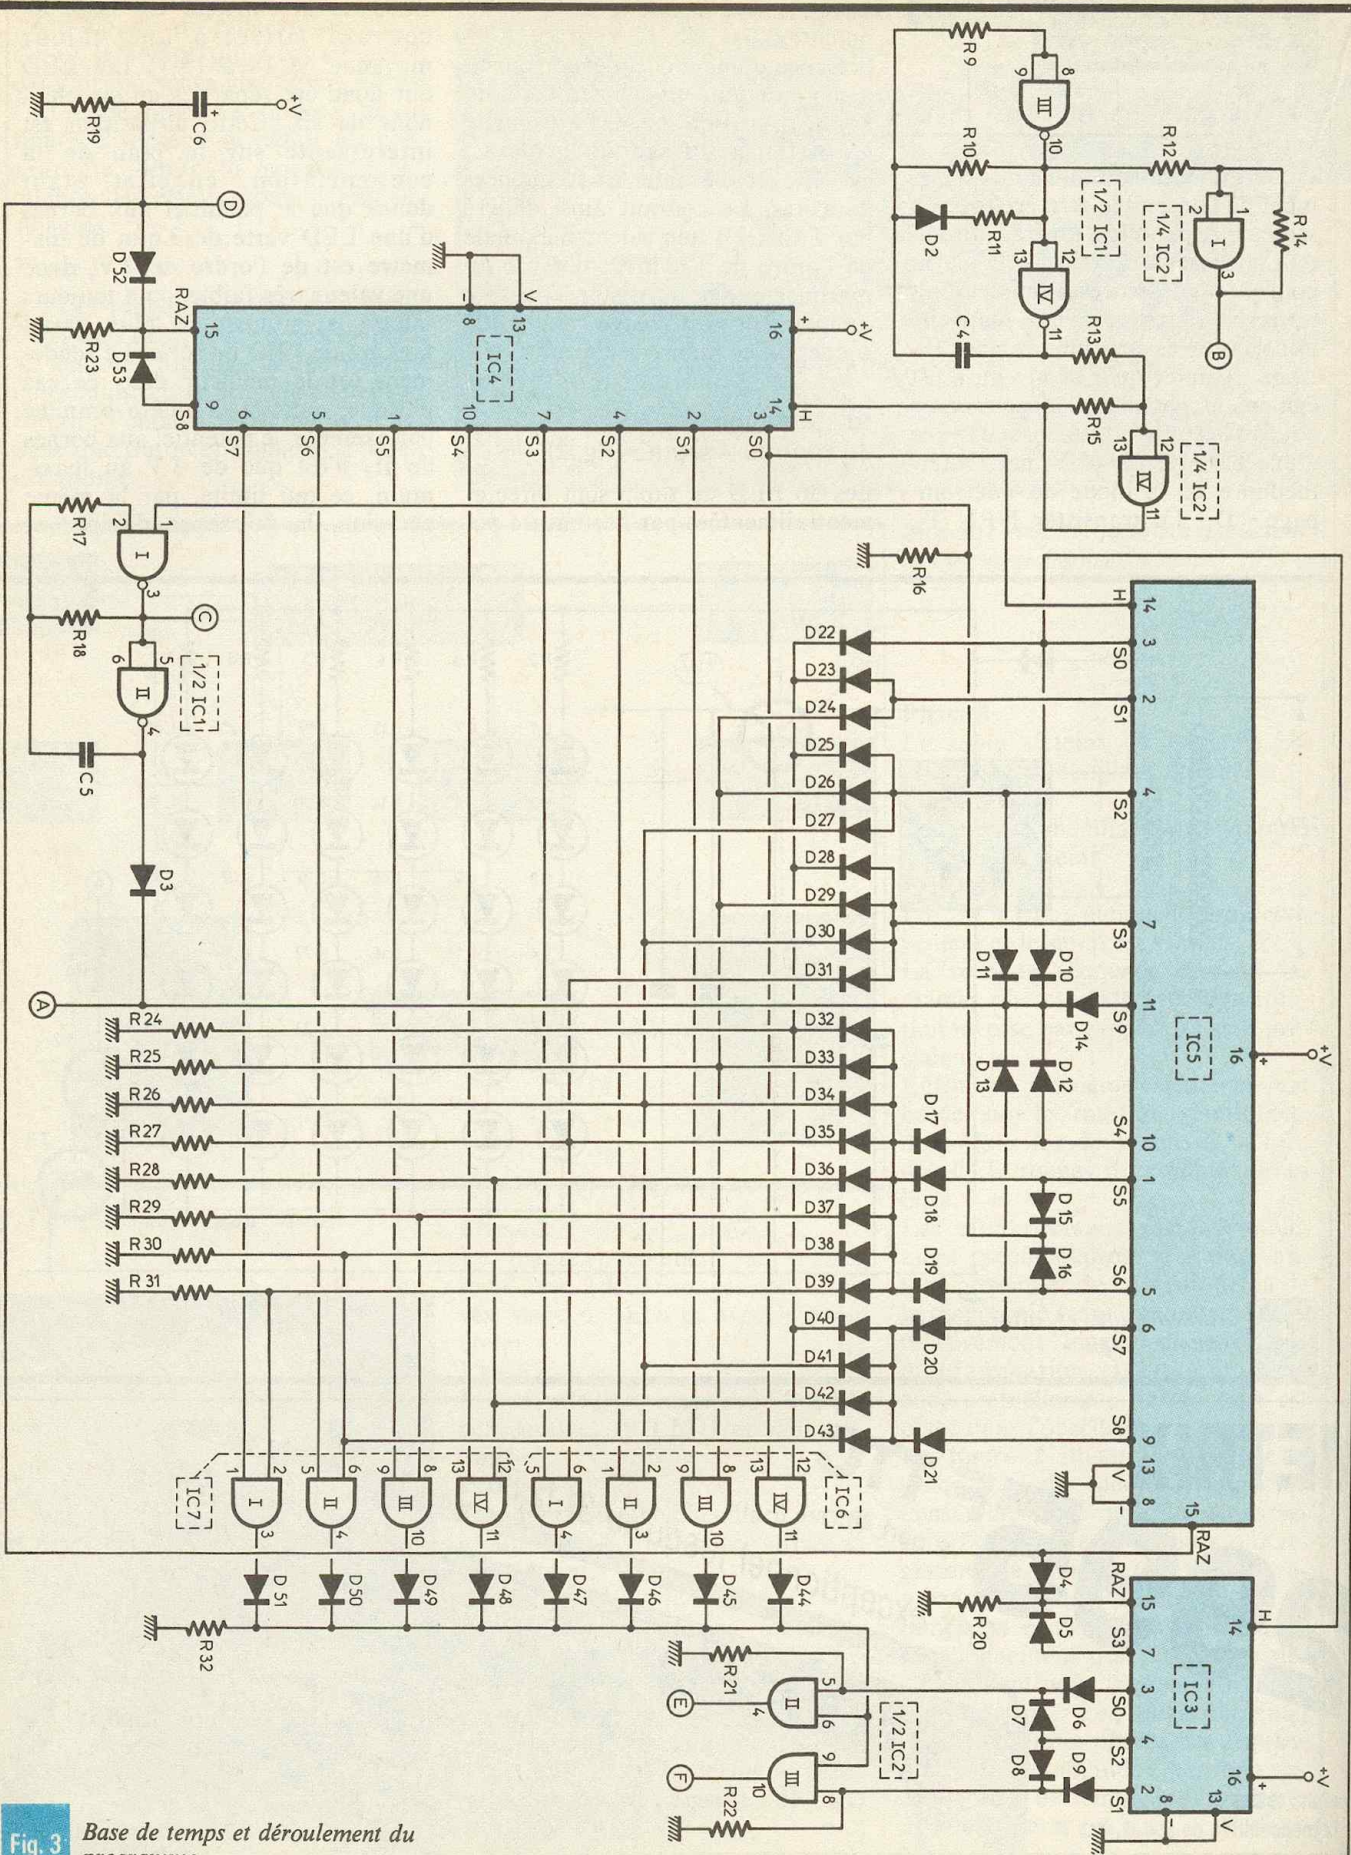

Fig. 3 Base de temps et déroulement du programme.
c) Bases de temps (fig. 3 et 5)
d) Programmation des allumages des LED du contour circulaire (fig. 3)
e) Programmation des allumages des LED du contour « sapin » (fig. 3)